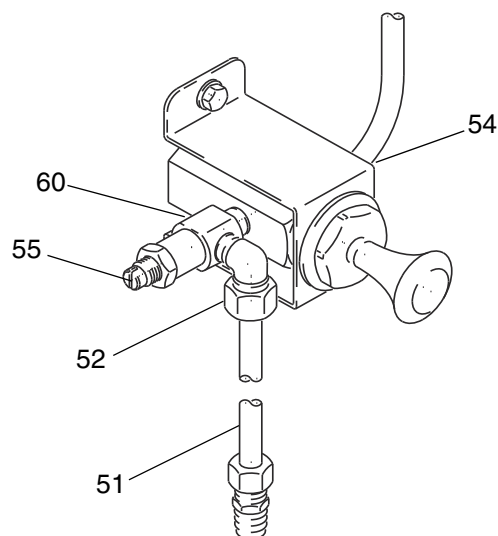

FIG. 5
Avvitare la valvola di restrizione (55) sulla valvola a trazione (60) come mostrato in FIG. 5. Montare la valvola sulla parete ad un'altezza appropriata, mediante la staffa di montaggio (54). Collegare l'alimentazione aria principale alla valvola. Avvitare il raccordo a gomito (52) sull'ingresso della valvola di restrizione da 1/8 npt(f). Spingere un'estremità del tubo di rame (51) nel gomito e serrare il raccordo. Avvitare il raccordo diritto (53) sulla base (17) dell'innalzatore. Spingere l'altra estremità del tubo di rame (51) in questo raccordo e serrarlo.